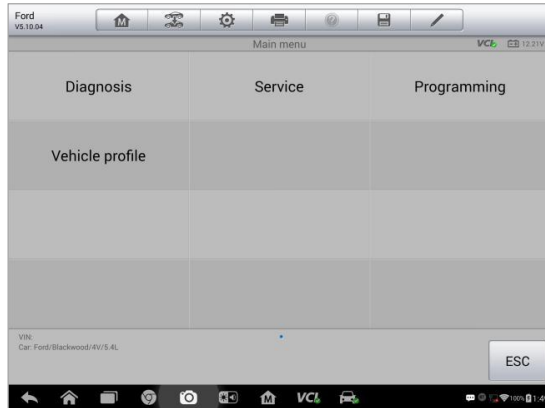

Abbildung 4-2 Beispiel eines Fahrzeug-Diagnosebildschirms
5. Tippen Sie auf **Fertig**. Das Fahrzeug wird in wenigen Sekunden identifiziert, und sobald der Abgleich erfolgreich war, führt Sie das System direkt auf den Fahrzeug-Diagnosebildschirm. (Abbildung 4-2)
Der Diagnosebildschirm im Fahrzeug (*Abbildung 4-2*) hat 2 Hauptoptionen: